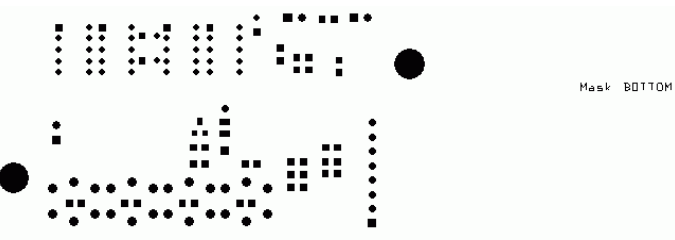

рис. 7-31
**SMB (рис. 7-31), Solder Mask Bottom**.